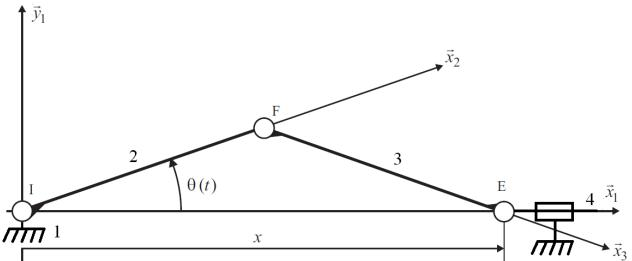

Figure 13 – Modèle du dispositif
La fermeture de la porte doit être douce afin de ne pas bousculer les passagers lors des périodes de forte affluence. Le modèle du dispositif retenu est donné sur la figure 13.
**Question 8 :** Montrer qu'il existe une loi de fermeture cinématique entre les pièces de la figure 13 .
**Question 9 :** Écrire les torseurs de chacune des liaisons présentes sur la figure 13 .